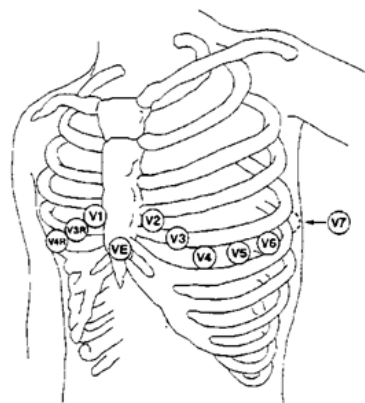

Fig. 11-3 Ubicación de los electrodos de las derivaciones de pecho para 5 derivaciones
Para la configuración de 5 derivaciones, coloque el electrodo de la derivación del tórax (V) en una de las siguientes ubicaciones (Fig. 11-3):